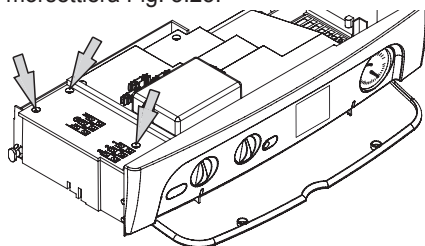

Fig. 5.25
- Svitare le viti e rimuovere il coperchio copri morsettiera Fig. 5.25.